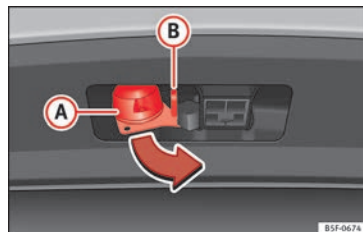

Bild 237 Vrid på 13-stiftskontakten
- Ta tag i 13-stiftskontakten i området **(A)** och ta bort den i pilens riktning **» bild 237**
- Ta tag i 13-stiftskontakten i området **(A)** och för in den i pilens motsatta riktning **» bild 237**
Säkerhetsögla **(B)** **» bild 237** används för att fästa släpets säkerhetsvajer.